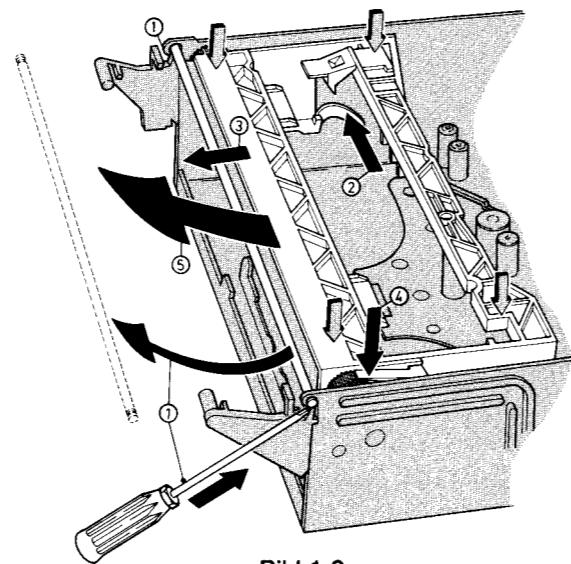

Bild 1-2
#### 1.1 Liftausbau Pos. 201 (Bild 1-2)
*Hinweis:* Bei Aufzugsverlust von Feder Pos. 202, Zahnrad 20 Umdrehungen vorspannen und arretieren ④ Bild 1-2.